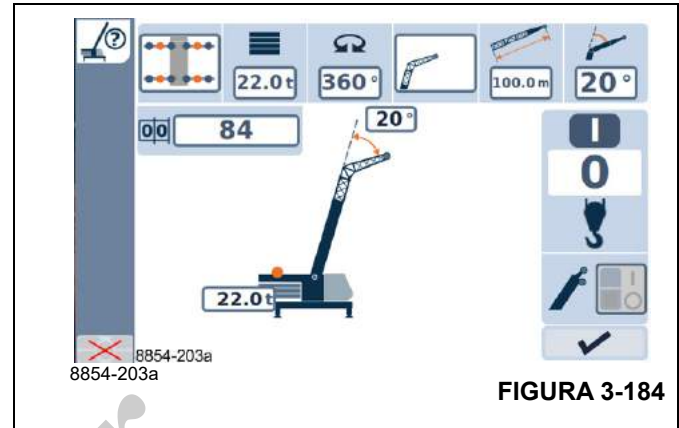

FIGURA 3-184
- Encendido activado: se abre el menú para ingresar el modo de aparejo (Figura 3-184).